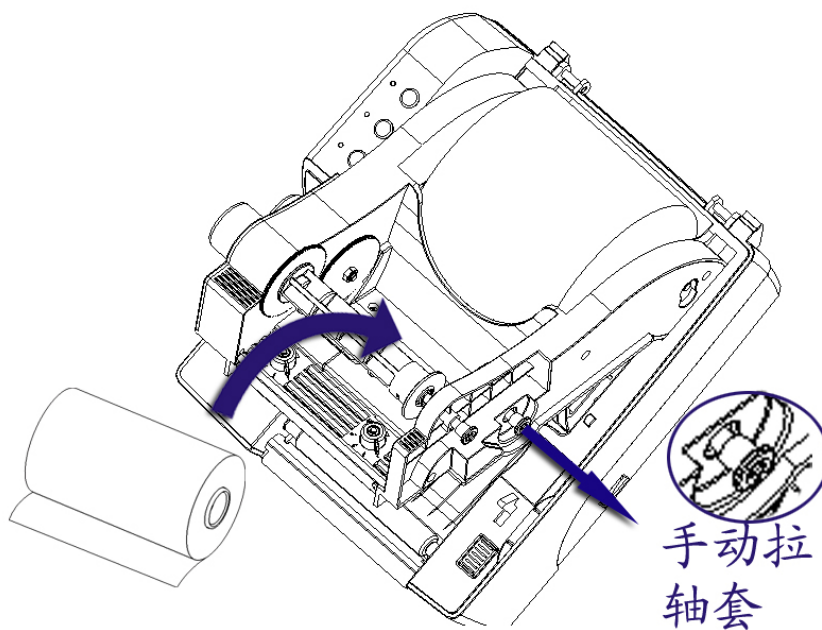

图 5.6-2
- 2) 将碳带支撑架抬起至 30° 左右的角度（听到轻微的“啪”提示声，碳带支撑架将保持此位置不动）；将碳带发放轴处的手动拉轴套向外轻拉，使碳带发放轴置于原位置，松开手动拉轴套，发放轴碳带安装完毕（见图 5.6-2）；